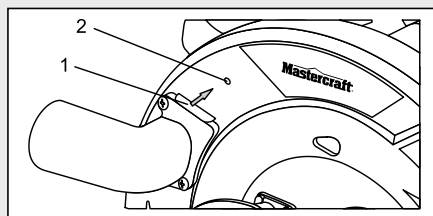

Fig. 10
Si vous utilisez un aspirateur d'atelier, tirez la languette du déflecteur de l'orifice d'aspiration (1) vers le haut jusqu'à ce que la goupille (2) sur le protège-lame supérieur s'engage dans le trou correspondant sur le déflecteur (Fig. 10).